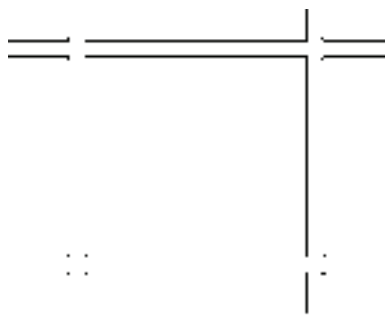

图 3-98 打开素材
1) 按〈Ctrl+O〉组合键, 打开配套光盘提供的“第 3 章/3.3.6 墙端封口.dwg”素材文件, 结果如图 3-98 所示。